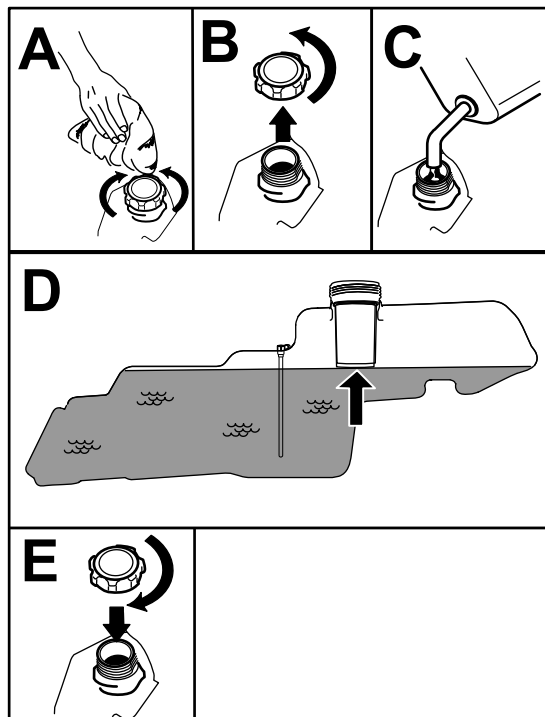

Figura 8
- Riempite il serbatoio del carburante fino al fondo del bocchettone di riempimento (Figura 8). Non riempite completamente il serbatoio del carburante.